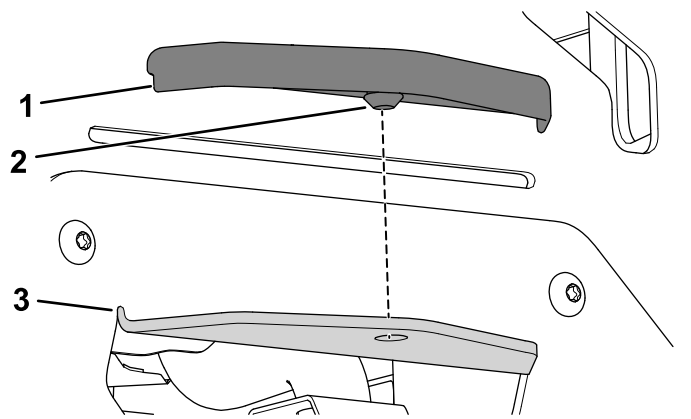

Figura 29
2. Alinee la tapa del enganche sobre el enganche y presione para encajarla (Figura 29).